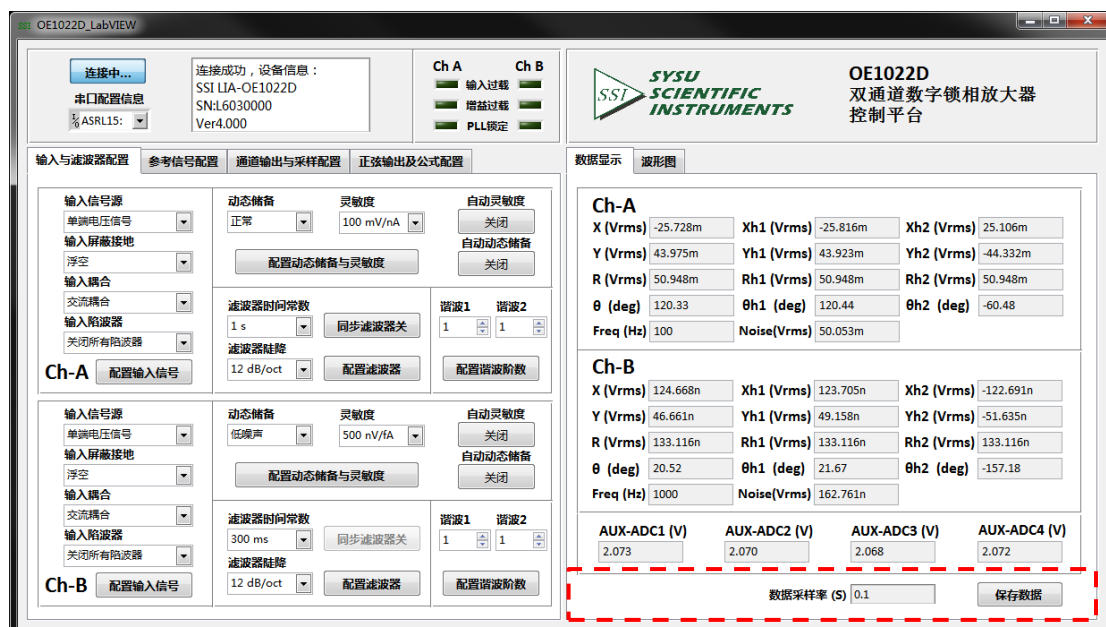

图72. 数据保存配置区域图
2. 当软件运行时，点击图 72 红框内“保存数据”按钮，当按钮被按下并显示“保存中...”，表示正在保存当前采集的数据。